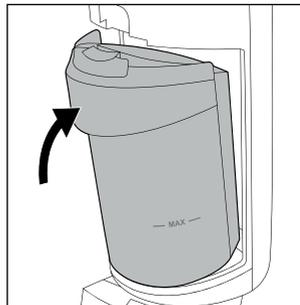

Fig. 30
- ◆ Fastgør beholderen til snavsset vand **2** på produktet igen ved først at sætte bunden til beholderen til snavsset vand **2** ind. Skub så beholderen til snavsset vand **2** i retning af produktet, indtil beholderen til snavsset vand **2** går i indgreb på produktet, så det kan høres (se fig. 30).